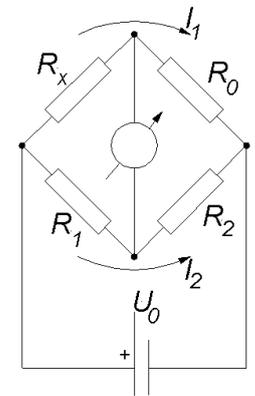

Abb. 4.6: Wheatstone'sche Messbrücke.
Man verhindert diesen Einfluss, indem man stromlos misst; dies erreicht man durch eine sogenannte Brückenschaltung (Wheatstone-Brücke, Abb. 4.6). Dazu verbindet man den zu bestimmenden Widerstand wie in der Abbildung mit drei anderen bekannten Widerständen, von denen mindestens einer verstellbar ist, z.B. R_1 . Diesen Widerstand stellt man so ein, dass das Messgerät keinen Strom anzeigt (keine Spannung zwischen P_0 und P_1). Das ist der Fall, wenn die Spannungsabfälle an R_2 und R_0 gleich sind (womit natürlich auch die Spannungsabfälle an den anderen beiden Widerständen R_1 und R_2 gleich sein müssen). Weil kein Strom durch das Messgerät fließt, muss der von R_x kommende Strom I_1 vollständig weiter durch R_0 fließen. Damit ergibt sich
1. Kalibrierung: Nach Erstellung der Schaltung gemäß Abb. 4.6 wird der Widerstand R_x in ein Gefäß mit Wasser bei Zimmertemperatur gehängt. Anschließend wird so eingeregelt, dass das Messinstrument Stromlosigkeit anzeigt. Nach diesem Abgleich darf R_1 nicht mehr verändert werden. Man ersetzt dann den Widerstand R_x durch eine Widerstandsdekade. Für Widerstandswerte von 30 bis 56 Ω wird die Stromstärke I notiert (Schrittweite 2 Ω). Zur Erstellung der Kalibrierkurve wird I als Funktion des Widerstandes R der Dekade graphisch dargestellt.